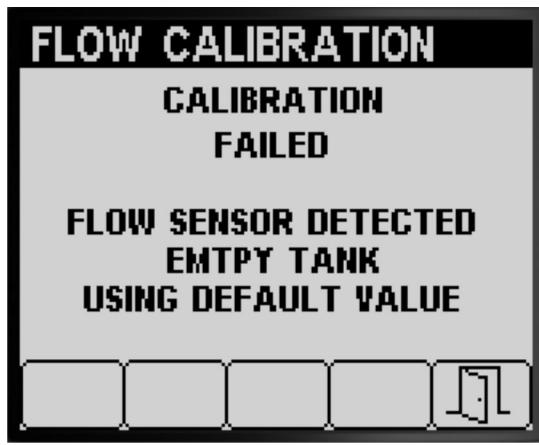
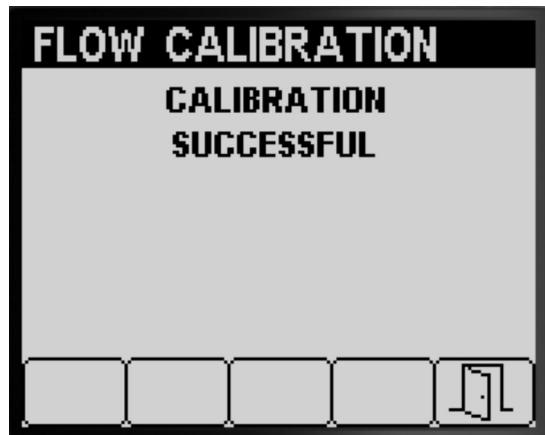

Рисунок 56
Рисунок 55
- Сообщение, подтверждающее, что калибровка расхода выполнена успешно (Рисунок 55).
- Появится сообщение, что калибровка расхода не прошла (Рисунок 56).
- Нажмите кнопку 5 для выхода из экрана Speed Calibration (Калибровка скорости) (Рисунок 55, Рисунок 56 и Рисунок 57).